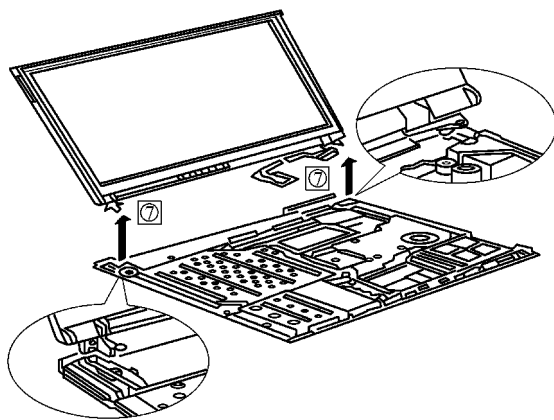

图 6-24 拆下整个液晶屏
(2) 接着拧下用来固定液晶显示器的螺钉（位于液晶显示器左下方），然后将液晶显示器的数据线和无线网卡的的天线从固定线槽内分离出来，最后从背后向箭头“⑦”方向托起整个液晶屏，即可将整个液晶屏壳拆卸下来，如图 6-24 所示。